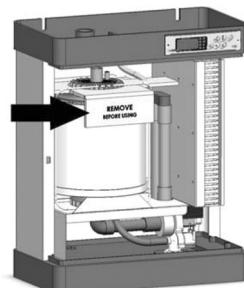

рис. 8
5. Удалите защитную картонную вставку сверху цилиндра [рис. 8].